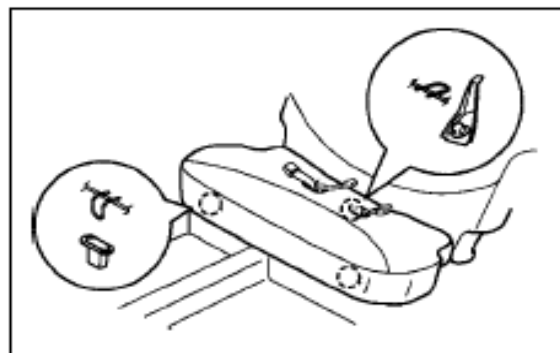

Рис. 512
1. **Снятие подушки заднего сиденья**(рис. 512)